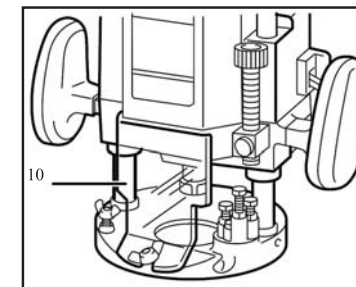

рис. 7
7.1 Перед началом фрезерования убедитесь, что при освобождении рычага фиксатора, корпус фрезера автоматически возвращается в верхнее положение, и фреза не выступает за пределы основания фрезера. Убедитесь, что защитный экран 10 (рис.7) установлен правильно.